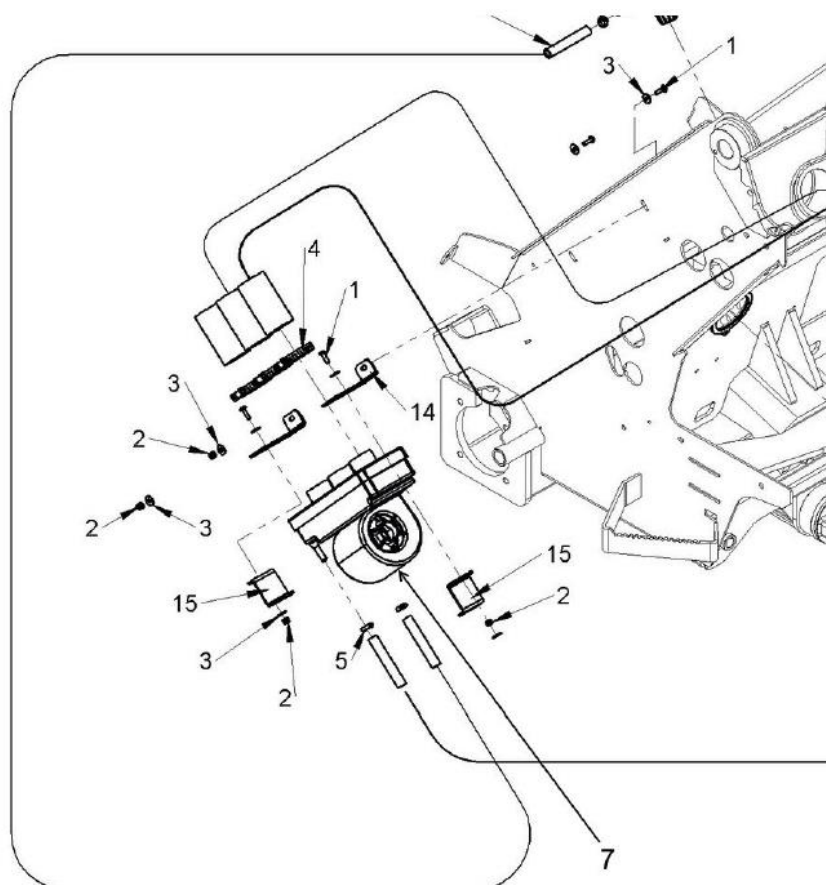

РИС.2-1
Закрепите кронштейны вентилятора отопителя (14) к раме при помощи двух болтов М6х20 (1), шайб (3) и гаек (2), как это показано на РИС.2-1 и 2-2